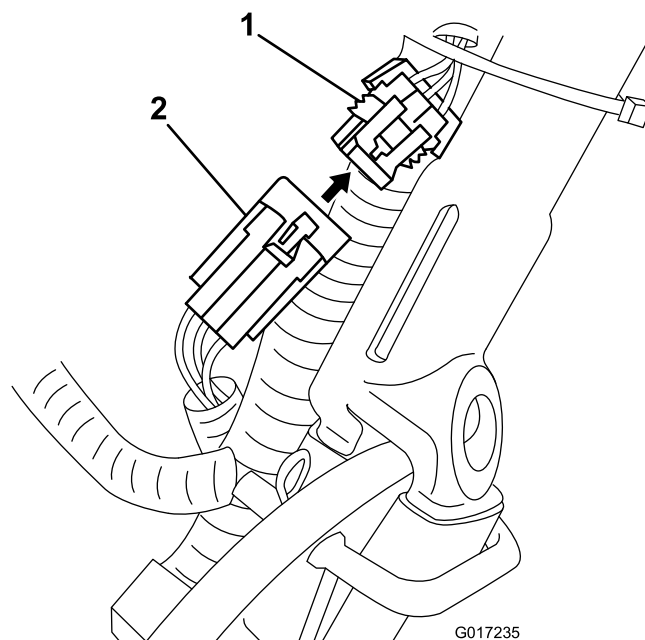

Figura 12
3. Staccate il connettore piccolo (sul pacco) che va al cablaggio della macchina dal cablaggio principale (Figura 12).
14. Posizionate il pacco sul cablaggio della macchina sotto e dietro il cablaggio principale sul lato sinistro della macchina e collegate il connettore piccolo a 6 poli sul cablaggio con il connettore corrispondente sul cablaggio principale, come mostrato in Figura 12.